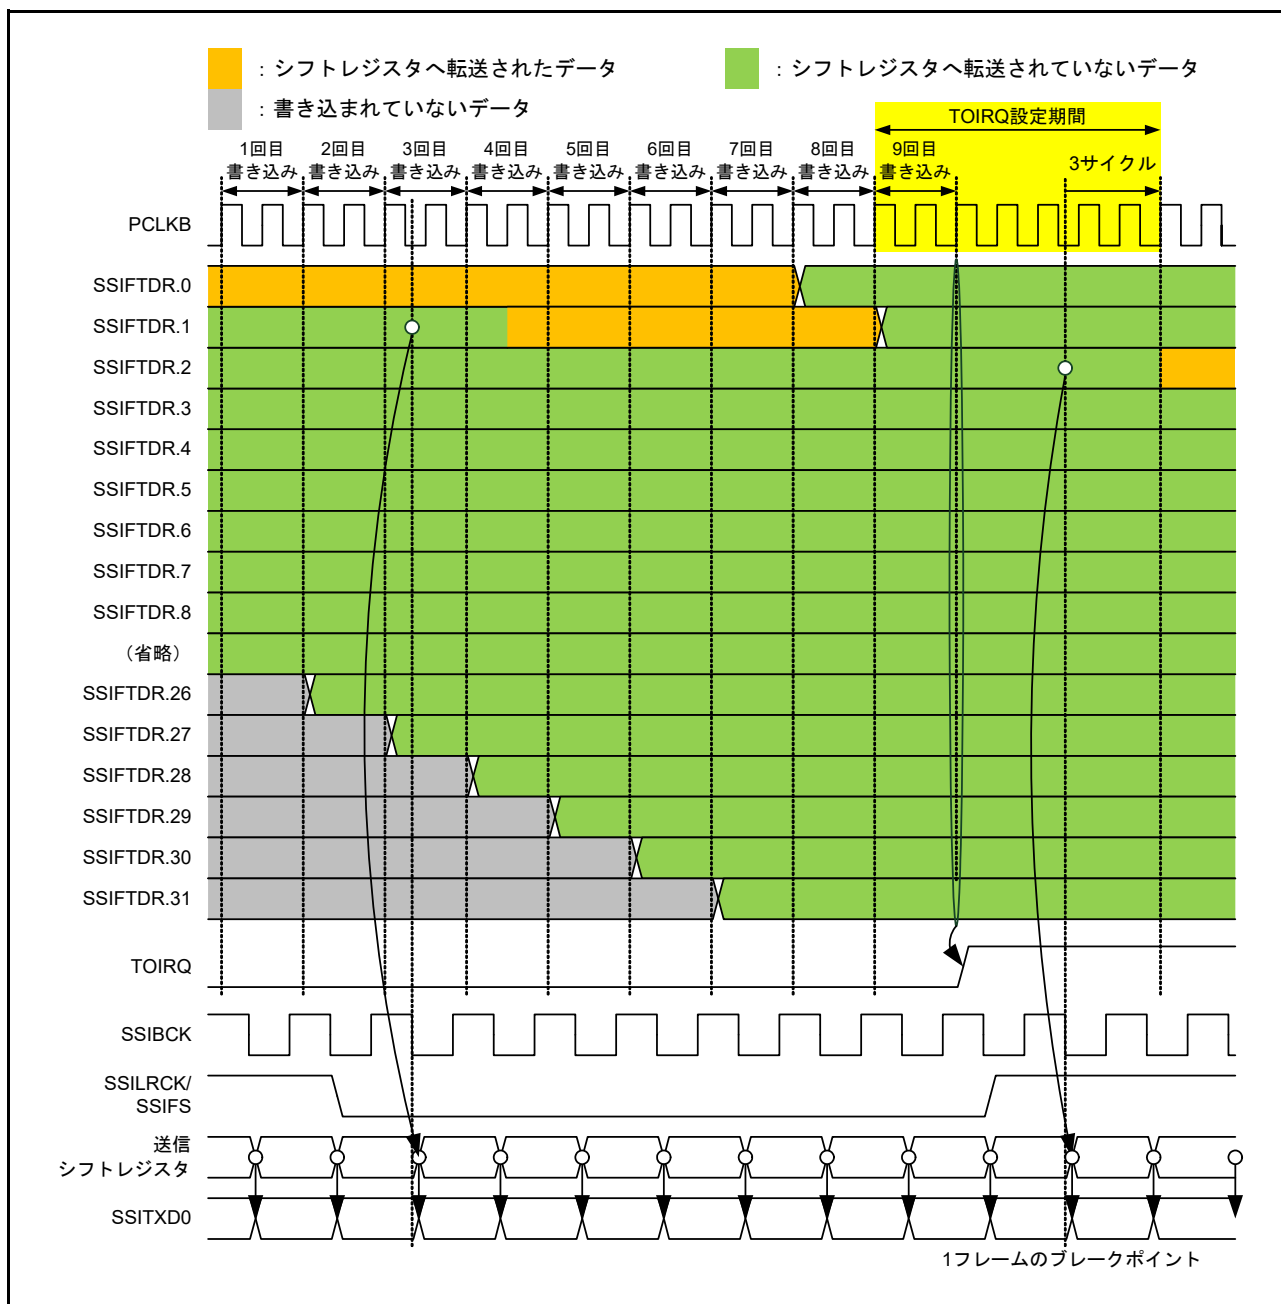

図 37.17 TOIRQ 設定タイミング
- SSIFTDR への書き込みが完了したとき。詳細は、図 37.17 を参照してください。